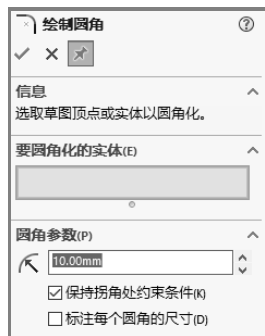
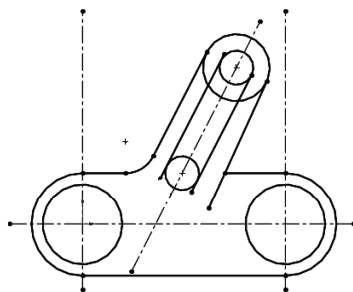

图 2-105 “绘制圆角”属性管理器
图 2-106 绘制圆角 1
① 单击“草图”面板中的“绘制圆角”按钮,弹出如图2-105所示的“绘制圆角”属性管理器,输入圆角半径为10.00mm,选择视图中左边的两条直线,单击“确定”按钮,结果如图2-106所示。